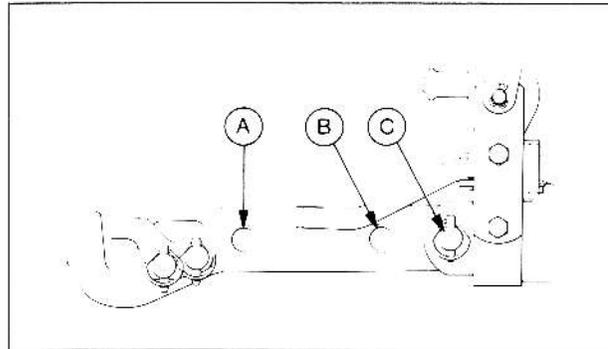

Fig 39
Barre de traction télescopique (Figs. 39, 40 et 41).
La barre de traction est télescopique, ce qui permet un attelage proche du tracteur pouvant supporter un poids important, ou loin du tracteur pour les travaux avec prise de force ou pour obtenir une meilleure maniabilité. (Voir Fig. 39 et tableau ci-dessous).
La barre de traction télescopique peut être réglée à trois positions (Fig. 39).
2. Faire coulisser la barre de traction à la position désirée (Fig. 39).